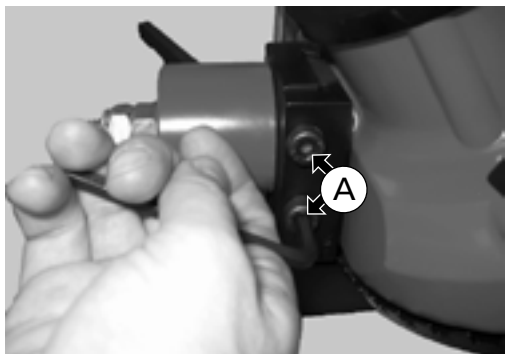
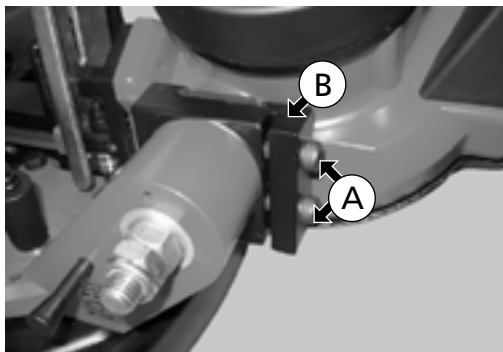

Fig. 33
Fig. 34
Desserrer les deux vis (A) de trois ou quatre tours complets (fig. 33) afin de libérer la butée de la scie à ruban (fig. 34).
Éléments des fig. 33 et 34